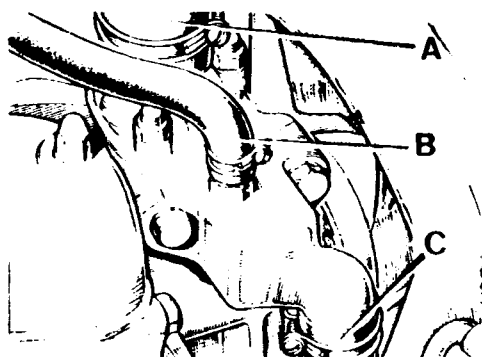

Fig. A3-50 Desmontaje de manguitos
- 1.4. Desconectar el manguito superior del radiador, A (Fig. A3-50) en su unión a la culata. Desconectar los dos manguitos de salida y entrada de agua del radiador, B y aflojar la brida, C, del manguito de derivación.